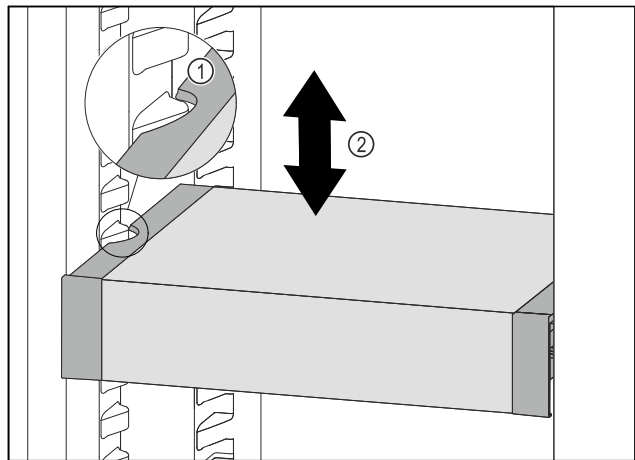

Fig. 36
- ▶ VarioSafe nach vorne ziehen, bis sich die seitlichen Aussparungen des VarioSafes auf Höhe der Behälterrippe im Kühlteil befinden. Fig. 36 (1)
- ▶ VarioSafe im Kühlteil nach oben oder unten bewegen, bis gewünschte Höhe erreicht ist. Fig. 36 (2)